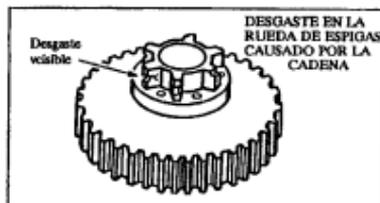

Figura 39
- Inspeccione la rueda de espiigas con regularidad para ver si hay desgaste. Una rueda de espiigas desgastada puede hacer que la cadena opere de forma irregular y reduce la vida útil de la barra y de la cadena. Figura 39.